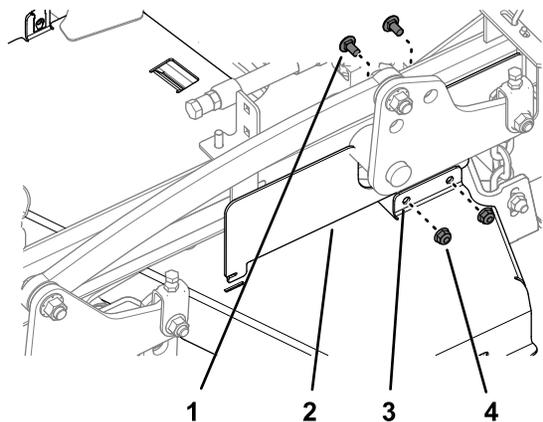

Figura 43
2. Monte a cobertura CE do lado esquerdo na cobertura da correia esquerda (Figura 43) com os dois parafusos de carroçaria e duas porcas de bloqueio que removeu em Remoção da cobertura da correia esquerda (página 29).